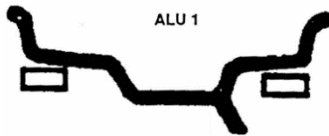

Abbildung 12: Gewichtsbehaftungspunkte
entsprechend des Wertes an, der auf der rechten Anzeige angezeigt wird. (**Abbildung 12: Gewichtsbehaftungspunkte**, links) Drehen Sie dann langsam das Rad, wenn die LEDs der Außenposition alle leuchten (**Abbildung 4: Bedienfeld und Anzeigetafel (11)**), in der 12 Uhr-Position der Felgenaußenseite, hängen Sie Gewichte entsprechend des Wertes an, der auf der linken Anzeige angezeigt wird. (**Abbildung 12: Gewichtsbehaftungspunkte**, rechts) Drehen Sie das Rad erneut von Hand, wenn die Anzeige „RUN ---“ anzeigt, lassen Sie das Rad los, damit es sich drehen kann. Wenn die Anzeigen auf beiden Seiten an sind, hält das Rad an und der Wuchtvorgang ist abgeschlossen.